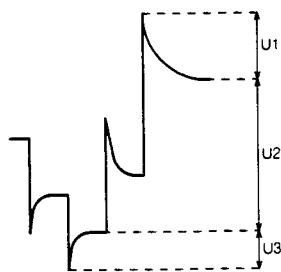

Fig. 1
- Widerstand 3316 so einstellen, dass  $U1/U2 = 0,87 \pm 0,03$  (siehe Bild 1).
- Widerstand 3327 so einstellen, dass  $U3/U2 = 0,55 \pm 0,03$  (siehe Bild 1).
- Adjust resistor 3316 so that  $U1/U2 = 0.87 \pm 0.03$  (see Fig. 1).
- Adjust resistor 3327 so that  $U3/U2 = 0.55 \pm 0.03$  see Fig. 1).